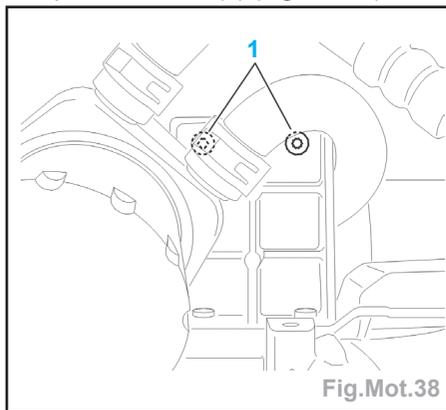

Fig.Mot.38
- Déposer les 2 vis (1) (Fig.Mot.38).